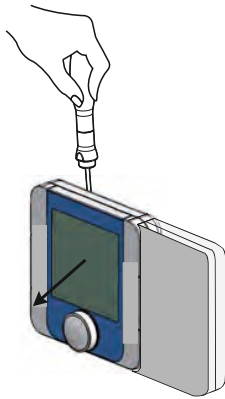

Fig. 1
1. отделите фронтальную часть терминала от тыльной при помощи отвертки (Рис.1);
1. separate the front from the rear of the terminal using a screwdriver (Fig. 1);
Insert a screwdriver into the slot at the top (Fig. 1) and press downwards to detach the display.